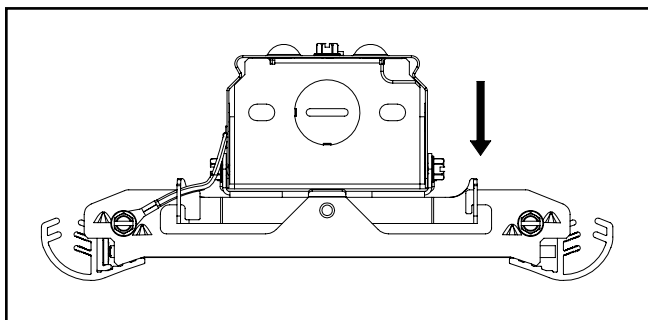

Figura 3.4
E. Coloque el extremo de la lengüeta más delgada del conjunto de la guía de ondas dentro de la ranura del soporte de la bisagra del canal. (Figura 3.4)